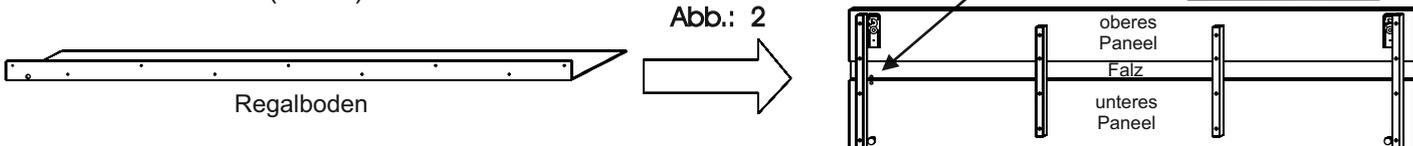

Abb.: 2
- Der Regalboden wird seitlich in den Schlitz zwischen Paneel und Halteleiste geschoben. Falls der Schlitz durch das Quell- und Schwindverhalten des Holzes zu eng sein sollte, müssen Sie die Schrauben der Halteleiste lösen, den Regalboden einschieben und anschließend die Schrauben wieder anziehen. (Abb.2)